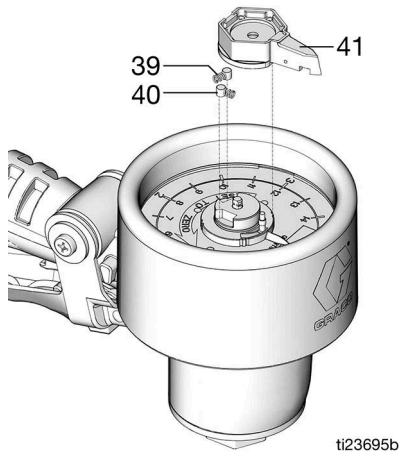

ABB. 24
5. Zeiger (41), Federn (39) und Stifte (40) einsetzen (ABB. 24).